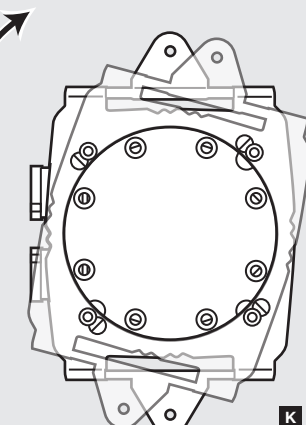

figure 2
- Installeer de AMD-retentiebeugel door de twistlock uit te lijnen, in te drukken en in de tegengestelde richting te draaien, totdat de retentiebeugel vastzit (afbeelding 2).
- Zamontuj uchwyty AMD. W tym celu dopasuj go do zacisku typu twist lock, wepchnij i obróć w przeciwnym kierunku, aby stabilnie zamocować (rysunek 2).
- Установите кронштейн AMD. Для этого правильно совместите поворотный замок, вставьте элемент и поворачивайте в обратном направлении до фиксации кронштейна (рис. 2).
- 安装 AMD 支架的方法是先对齐扭转锁, 推入再往反方向转动, 将支架锁紧 (图 2)。